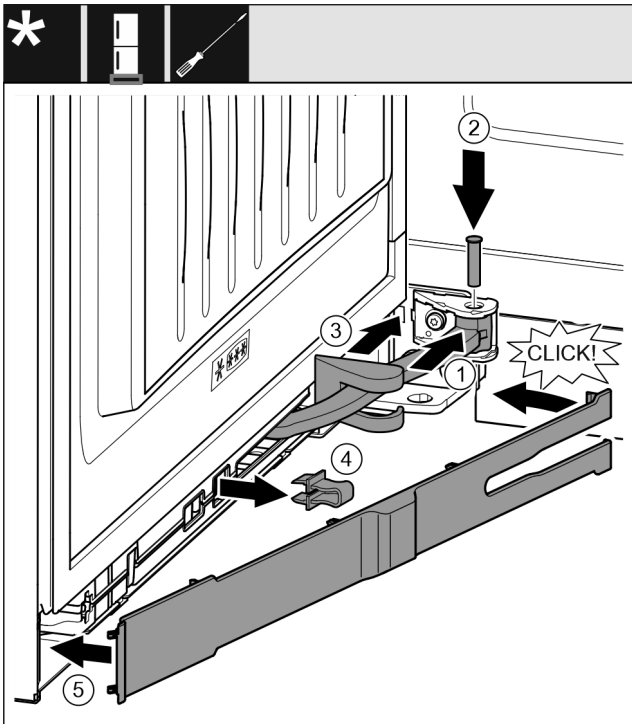

Fig. 47
- ▶ Käännä nivel ripustuskohtaan. Fig. 47 (1)
- ▶ Aseta pultti T15-ruuvimeisselillä ripustuskohtaan ja nivelen. Varmista tällöin, että lukitusnokka on urassa oikein. Fig. 47 (2)
- ▶ Työnnä laakeripukin suojusta niveltä pitkin ja asenna se ripustuskohdan päälle. Fig. 47 (3)
- ▶ Poista varmistin. Fig. 47 (4)
- ▶ Aseta paneeli kahvan puolelle ja käännä se sisään. Fig. 47 (5)